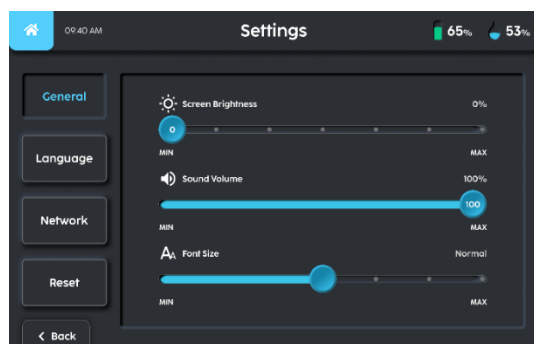

FIGURE 6-1
1. Sur la page des paramètres généraux, l'utilisateur peut ajuster la luminosité de l'écran, le volume sonore et les paramètres de délai d'expiration de l'écran (Fig 6-1).